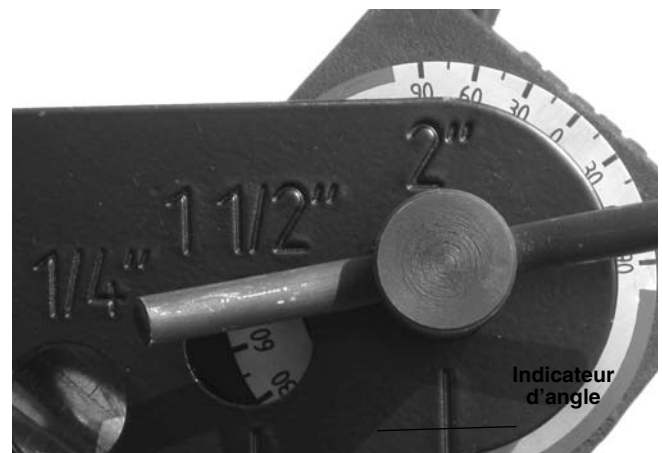

Figure 15 – Indicateur d'angle en fin de cintrage
- Continuez de faire avancer le piston pour cintrer le tuyau. Les extrémités du tuyau se déplaceront au fur et à mesure de cintrage. Restez à l'écart du tuyau durant l'opération. Contrôlez les indicateurs d'angle (Figure 15). La moyenne des angles indiqués sur chaque indicateur correspond approximativement à l'angle total de cintrage.